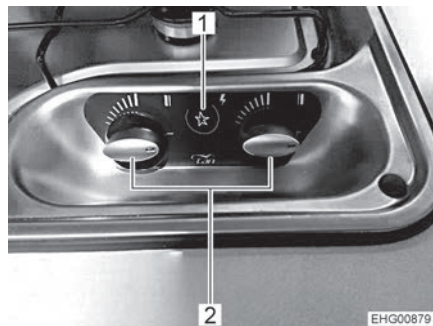

Bild 180 Reglage, knappar för gasspis
- Vrid vridregulatorn (Bild 180,2) till önskad låga till tändningsläge (stor låga).
- Tryck på tryckkontakten (Bild 180,1). Nu bildas tändgnistor vid brännaren.